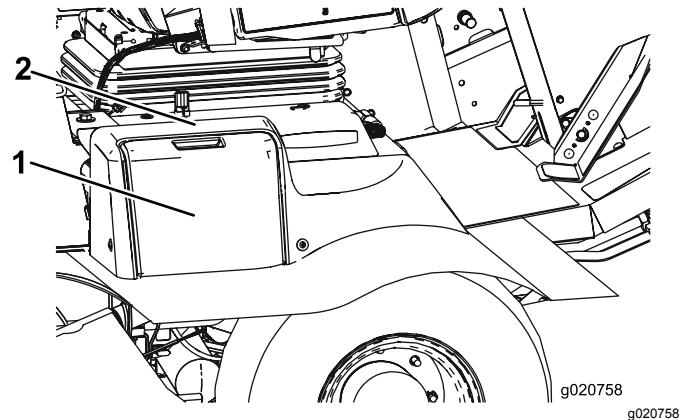

Figura 82
1. Abra la tapa de la batería, situada en el lado de la cubierta (Figura 82).
Nota: Presione hacia abajo sobre la superficie plana situada encima de la tapa de la batería para facilitar la apertura de la tapa (Figura 82).